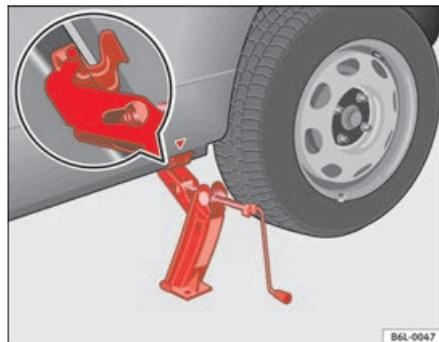

Fig. 144 Colocação do macaco
- Ajustar o macaco de modo a que a respectiva garra envolva o perfil da longarina inferior e a base móvel fique totalmente assente no chão ⇒ fig. 144.